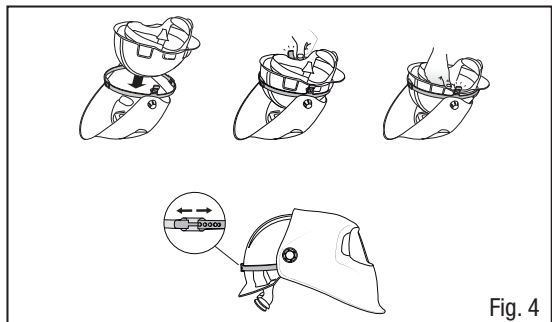

Fig. 4
- Anexe el ensamble 3M™ Speedglas™ 100 al casco como se muestra en la Fig. 4 y ajuste el broche del Adaptador de casco de manera justa alrededor del casco para lograr un ensamble completo.